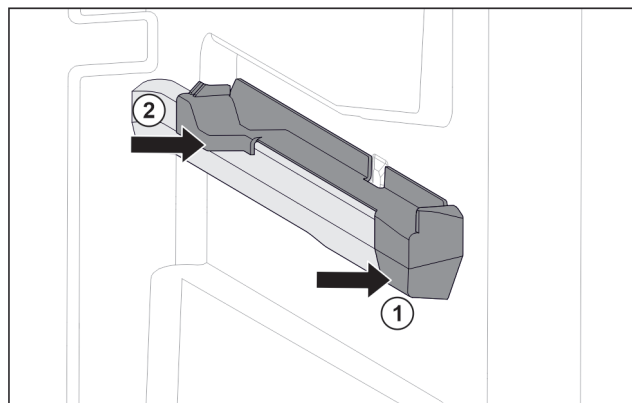

Fig. 124 Вставная часть на правом контейнерном ребре
- ▶ Наденьте вставную часть спереди на контейнерное ребро. Fig. 124 (1)
- ▶ Нажмите на вставную часть сзади. Fig. 124 (2)